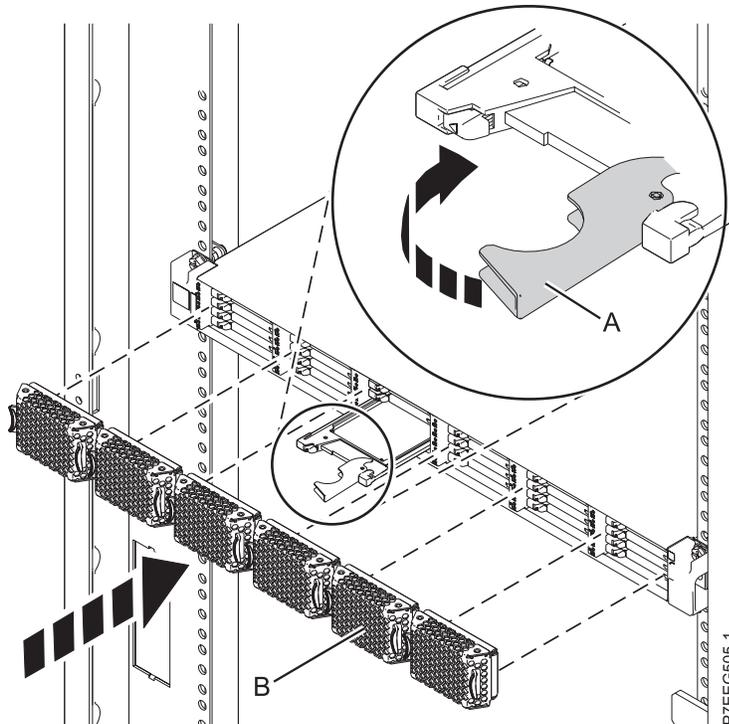

Figure 9. Installation d'une unité SSD dans l'armoire de stockage PCIe ED/R1
1. Avec la poignée en position déverrouillée, alignez l'unité SSD avec les rails de guidage dans le boîtier. Pour plus d'informations, voir figure 9, à la page 19.
5. Tournez la poignée (A) pour la mettre en position verrouillée.
6. Installez le panneau (B).